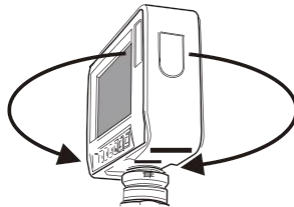

Imagen 4
3. Compruebe cuidadosamente la flexibilidad de la pantalla hacia la derecha e izquierda, en aprox. 160° . **(Imagen 4)**